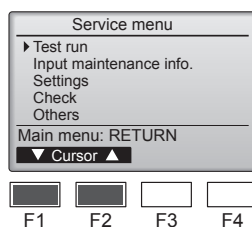

Fig. 7-1
- 1 Seleccione "Test run" (Modo prueba) desde el Menú principal, y pulse el botón [SELECT/HOLD] (Aceptar/Retener). (Fig. 7-1)